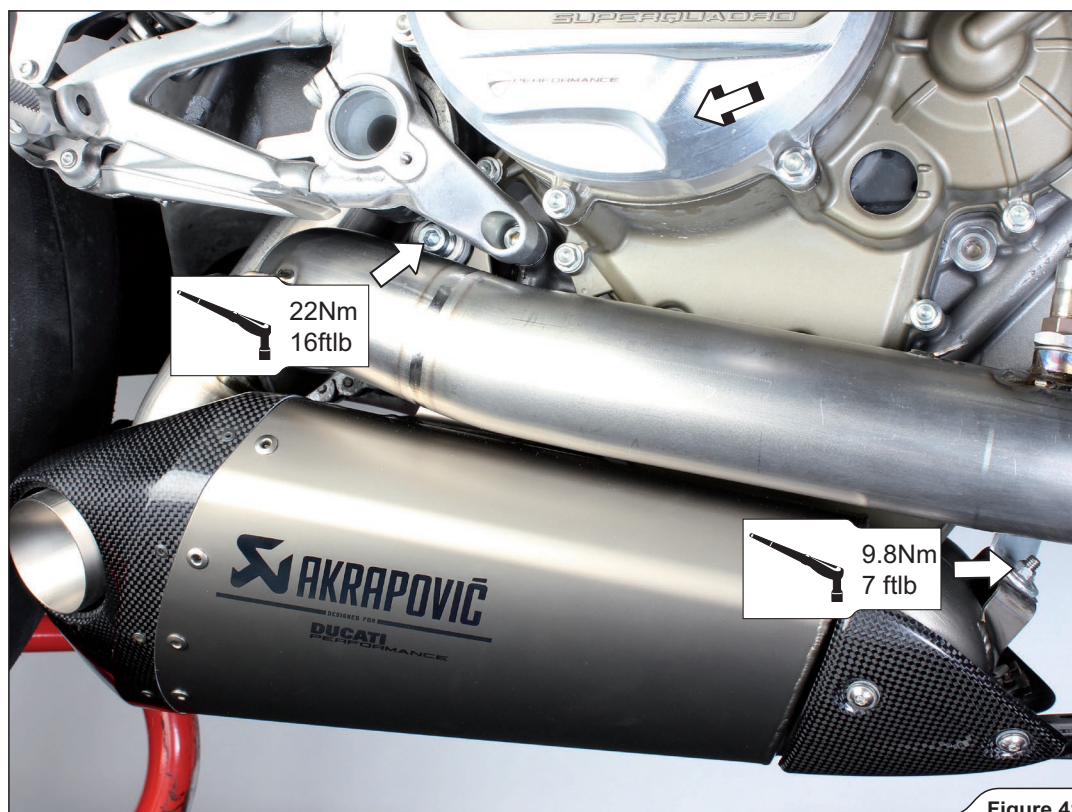

Figure 41
12. Aligner les silencieux et les tuyaux par rapport au motorcycle et serrer les silencieux sur le motorcycle, en utilisant les boulons et les écrous d'origine (Figure 41).
12. Die Schalldämpfer und die Rohre dem Motorrad gegenüber auf Flucht ausrichten, dann die Schalldämpfer am Motorrad mit den Original-Schrauben und Muttern anziehen (Figure 41).